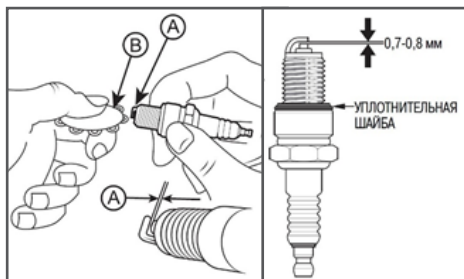

Рис. 17 Обслуживание свечи зажигания
4. Измерьте зазор А между электродами свечи зажигания специальным щупом. Зазор должен быть 0,7-0,8 мм (Рис. 17). При увеличении или уменьшении требуемого зазора, рекомендуется заменить свечу, так как регулировка зазора может привести к изменению качества искрообразования.